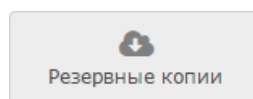

Рисунок 9.74 — Кнопка **Резервные копии**
2. В списке устройств сети выберите требуемый узел, нажмите на кнопку **Резервные копии** (рисунок 9.74).